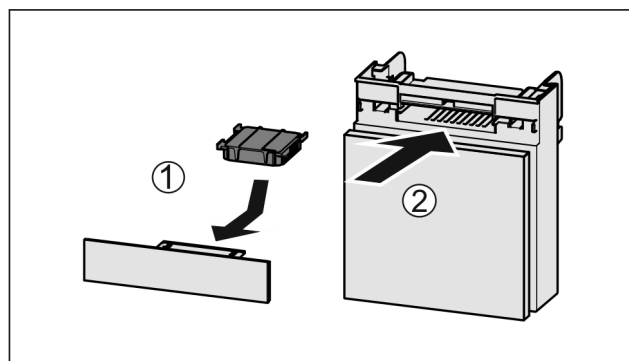

Fig. 44
- ▶ Установите фильтр с активированным углем, как показано на рисунке Fig. 44 (1).
- ▶ Вставьте отделение Fig. 44 (2).